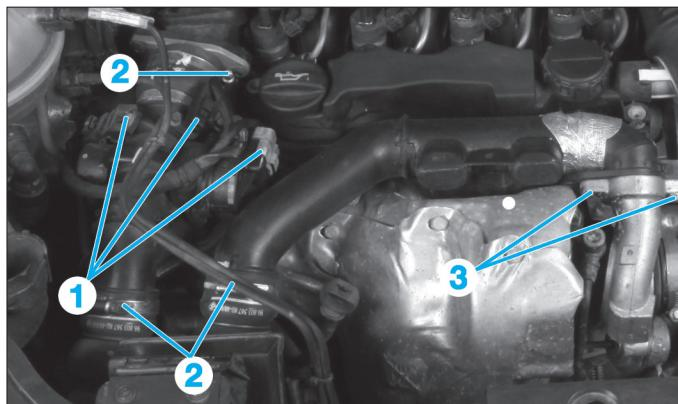
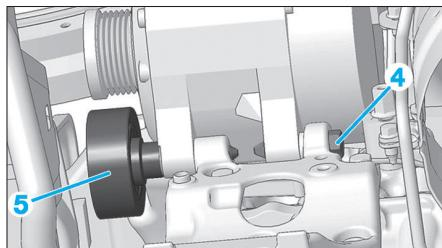

Fig. 1
Fig. 2
- Débrancher les connecteurs (1) (Fig.1).
- les différents colliers (2),
- les deux vis (3),
- Desserrer la vis de fixation inférieure (4) de l'alternateur de trois tours (Fig.2).
- Déposer le galet enrouleur inférieur (5).
- Desserrer la vis de fixation (4) inférieur de l'alternateur de trois tours (Fig.2).
- Déposer le galet enrouleur (5) inférieur.